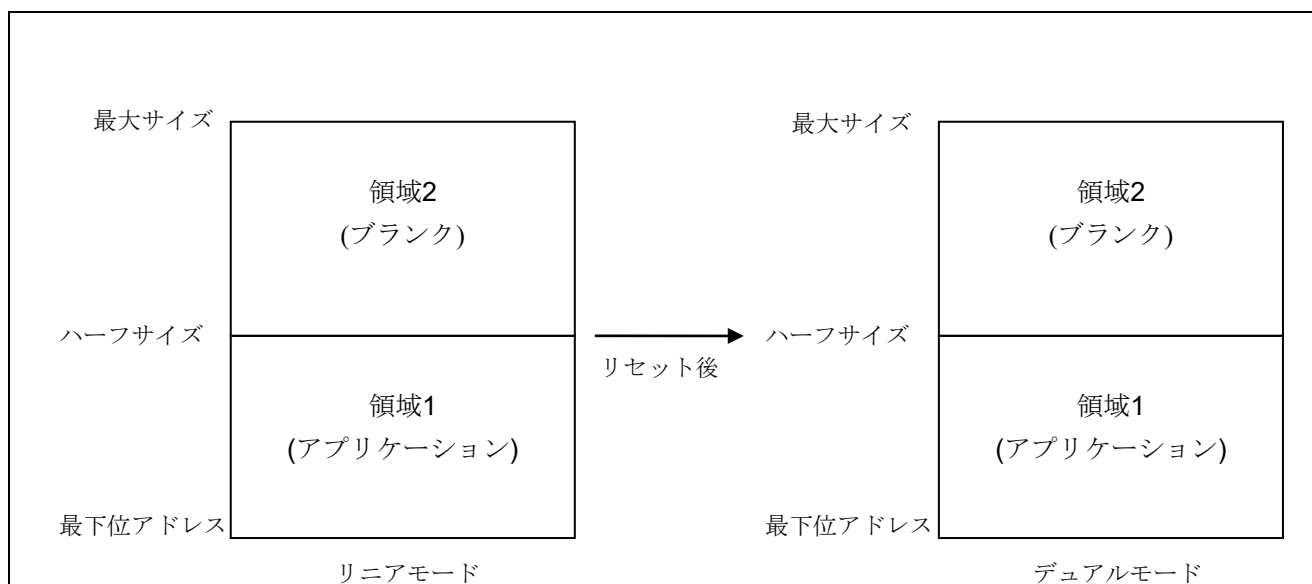

図 5.1 リニアモードでのデュアルモード用アプリケーションの書き込み
【条件】 図 5.1 の領域 2 への書き込みは行わない
2. デュアルモードに設定されたオプション設定メモリ用のプログラムファイルおよび図 5.1 の領域 1 のプログラムファイル（アプリケーション）を書き込む
【備考】リニアモードからデュアルモードに変更する場合、図 5.1 の領域 2 は空白であることが推奨されます。